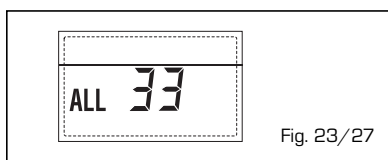

Fig. 23/27
**- ANOMALIA COMUNICAZIONE SCHEDINO RS-485 IN MODALITA' CASCATA "ALL 34" (fig. 23/28)**